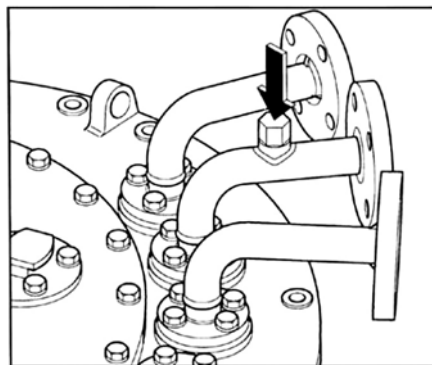

图 37
(2)用弯管上的放气塞(图 37)给吸油管(S)放气:卸下 M16 盖形螺母,22 号扳手,最大扭矩 9Nm,拆下带槽口的塞子螺丝 M6,最大扭矩 2Nm。